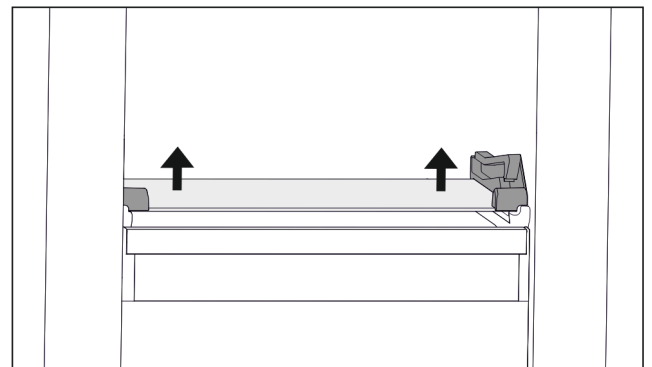

Fig. 92 Płyta szklana szuflady odchylanej
- ▶ Docisnąć płytę szklaną od dołu do góry po obu stronach. (patrz Fig. 92)